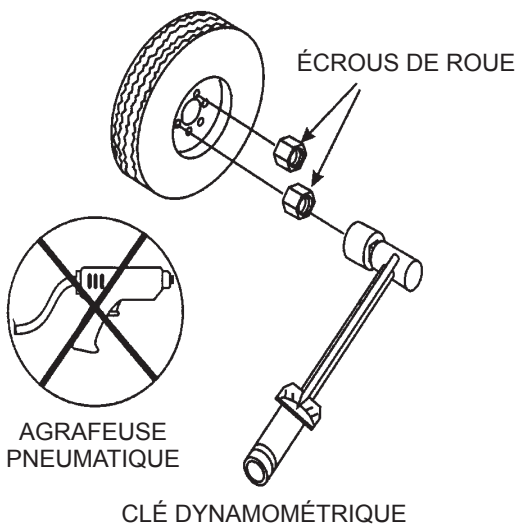

Figure 64. Séquence de serrage des écrous de roue
- Serrer tous les écrous de roue dans l'ordre (voir la Figure 64). **NE PAS** serrer les écrous de roue complètement. Serrer chaque écrou de roue en 3 passes distinctes tel que défini par le Tableau 18.